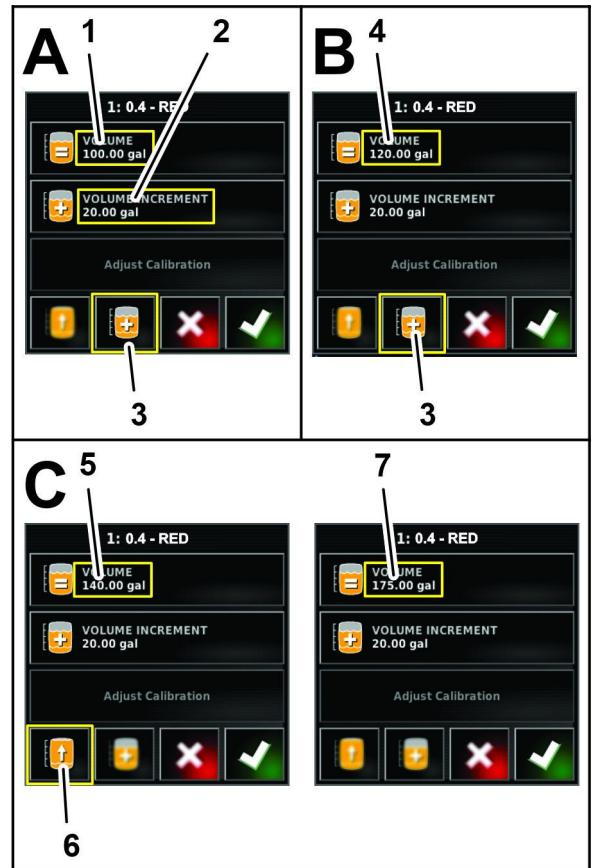

图 127
- 4. 如果以递增方式向水中添加化学药品按液量递增图标图 127。
5. 使用显示屏的数字键盘输入将向药缸添加产品例如化学药品或水的产品量递增值然后按确认图标图 127。
6. 如果正逐渐向水中添加化学药品请将产品加入药缸然后按产品递增数量图标图 127。
7. 如果准备用产品或水加满药缸可按加满药缸图标图 127。